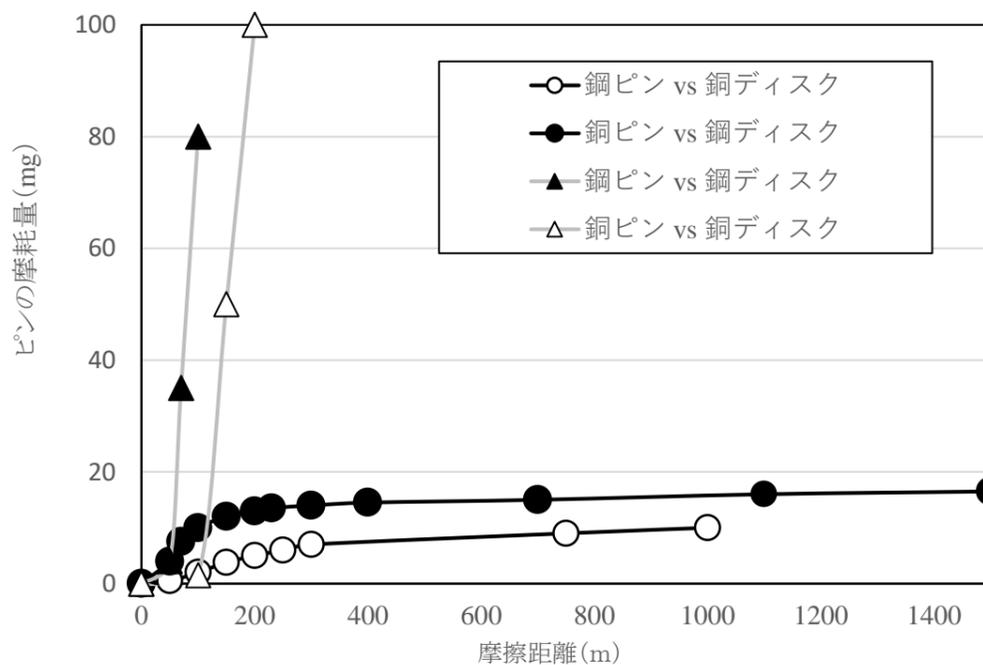
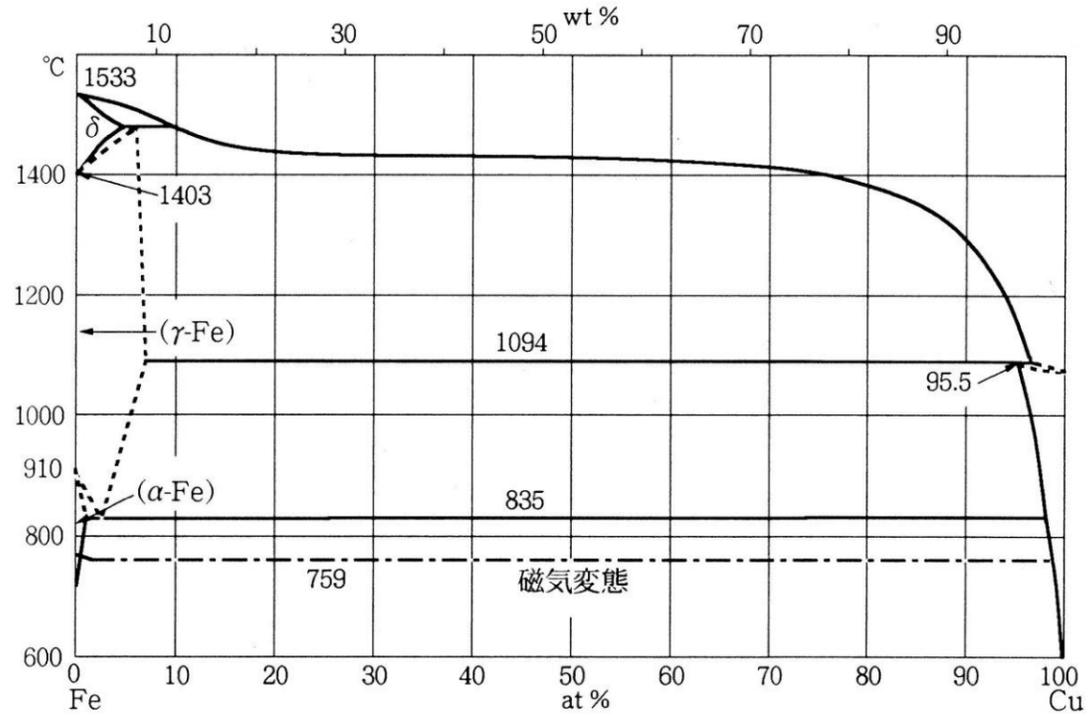

図 2-1 摩擦摩耗試験結果
図 2-2 鉄と銅の二元平衡状態図
(2) 次の文中の (⑧) から (⑭) に該当する用語を下の B 群から選び、文章を完成させなさい。また、完成させた文章から説明する摩耗現象は、主として何摩耗が起こる時に見られるものか、最も適切なものを C 群の中から選択し、(⑮) に記入しなさい。
問い (1) で述べた鋼と銅合金のしゅう動材料としての組み合わせの良否について、鋼 (240 HV) と銅 (80 HV) をある試験条件にて摩擦摩耗試験を行い、得られた結果から考察することにした。摩擦摩耗試験結果と鉄と銅の二元平衡状態図をそれぞれ図 2-1 と図 2-2 に示す。
図 2-1 から、鋼と鋼、銅と銅より、鋼と銅の組み合わせの方がピンの摩耗が少ない。したがって (⑧) 材料より (⑨) 材料の組み合わせの方が摩耗量を抑えることができる。注目すべきは、摩耗量が材料の (⑩) の値とは逆比例の関係にないことである。なぜ、このような現象が起こるのか、図 2-2 をみると、鉄と銅は溶融させても (⑪) のように (⑫) せず二相分離する。このことが摩擦時の表面でも発生しており、鉄と銅の組み合わせの場合、溶融や移着反応が (⑬) と考えられる。これらの反応が (⑭) ことが、摩耗量を抑える要因の一つとして考えられる。よって、しゅう動材料として鋼と銅合金の組み合わせは (⑭) と考察した。